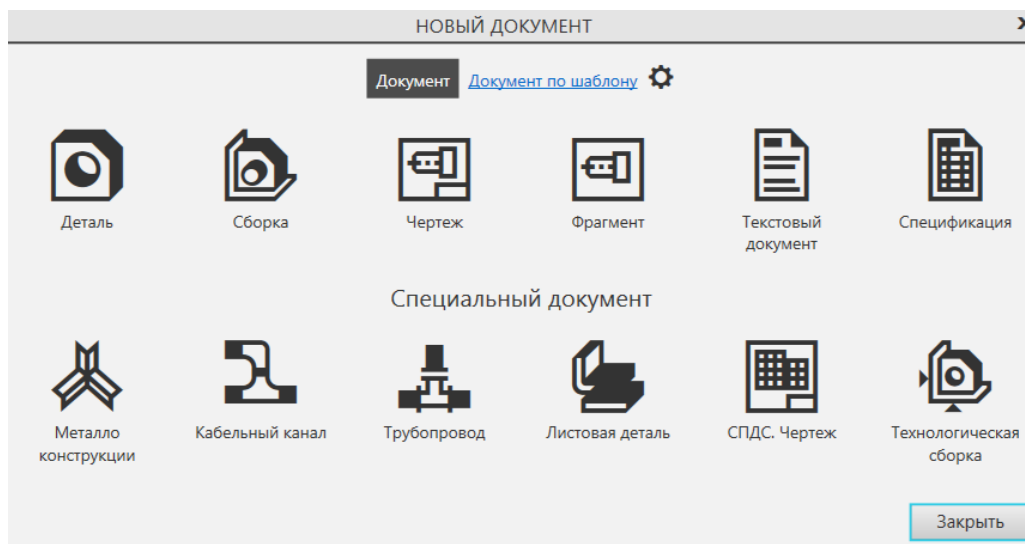

Рисунок 3 – Создание нового документа
3. Создайте Новый документ - Деталь (рисунок 3).